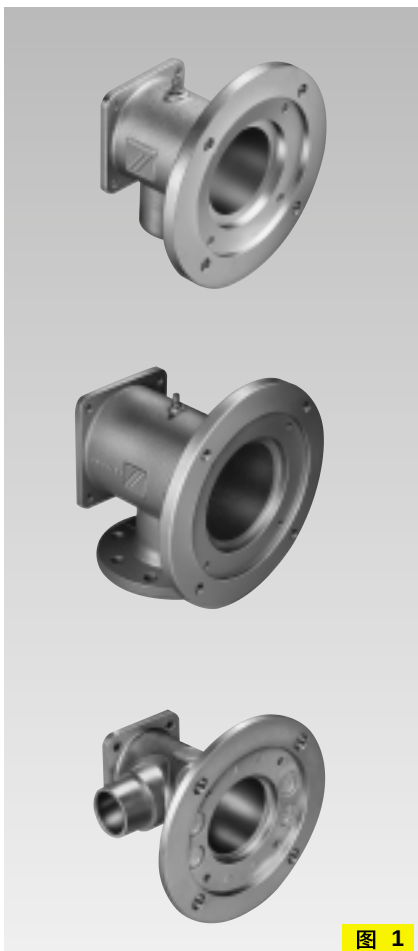

图 1
1. Brennergehäuse und Ofenflansch (Fig. 1)
1. Burner housing and furnace/kiln flange (Fig. 1)
1. 烧嘴壳体及安装法兰（图 1）